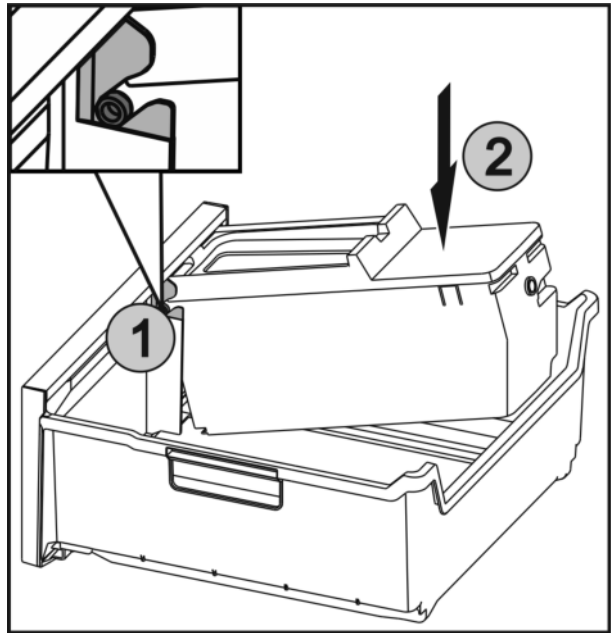

Fig. 119
- ▶ Die Achsen Fig. 119 (1) an EasyTwist-Ice in die Führungen einschieben und die hintere Seite Fig. 119 (2) bis die Lasche einrastet drücken.